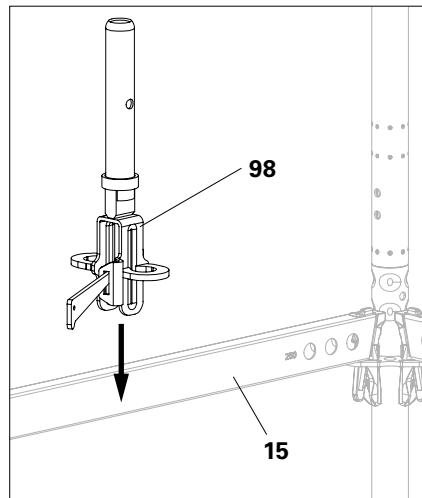

Abb. A11.13c
1. Keil aus dem Klemmteil herausziehen und Klemmteil über den Horizontalriegel (**15**) stecken. (Abb. A11.13c)